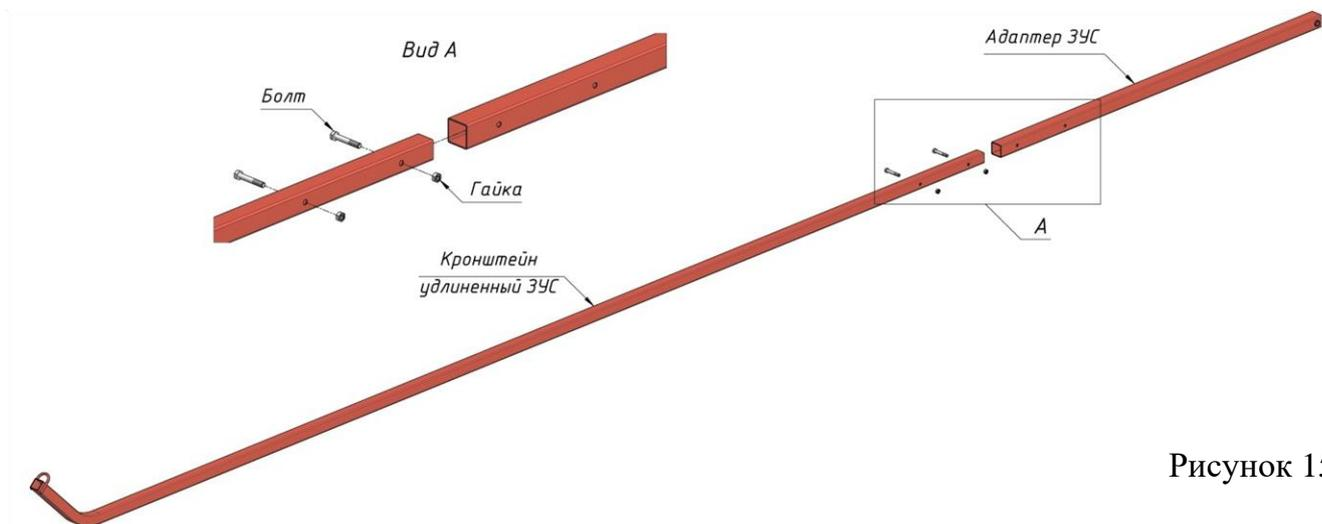

Рисунок 15
В данной системе в качестве обычного кронштейна используется «Кронштейн удлиненный ЗУС» скрепленный болтовым соединением с «Адаптер ЗУС» (рис. 15) для сохранения рабочего угла между горизонтом перекрытия и плоскостью сетки. Данный угол должен быть не менее 10° по СНиП 12-04-2002 «Безопасность труда в строительстве. Часть 2. Строительное производство».
18. Раскладка составляющих элементов на нижерасположенном этаже установки системы и непосредственное соединение удлиненного кронштейна с адаптером с помощью двух болтов и гаек (рис. 15).